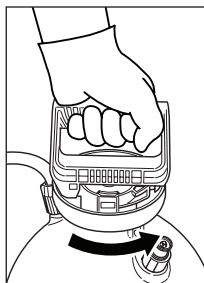

Figure 5.
1. Tournez la poignée de la pompe dans le sens antihoraire pour retirer la pompe. Voir la Figure 5.